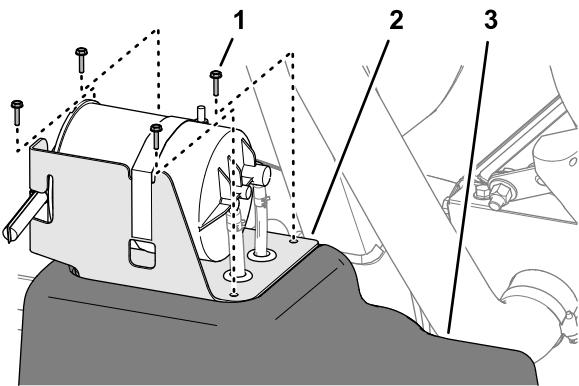

Figura 71
2. No depósito de combustível, retire os 4 parafusos (n.º 10 x ¾ pol.) que fixam o suporte do recipiente de carbono à parte superior do depósito de combustível (Figura 71).